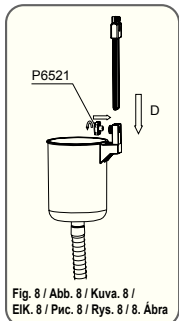

Fig. 8 / Abb. 8 / Kuva. 8 / EIK. 8 / Pvc. 8 / Rys. 8 / 8. Ábra
3. Attach the assembled frame hook to the skimmer body and tighten it with the provided screw (P6521). (See Fig. 8)
3. Conecte o gancho da estrutura montado ao corpo do skimmer e aperte-o com o parafuso fornecido (P6521). (Veja Fig. 8)
3. Conecte el gancho montado al cuerpo del skimmer ajustándolo con el tornillo incluido (P6521). (Vea Fig. 8)
3. Bringen Sie den zusammengebauten Rahmenhaken am Skimmergehäuse an und ziehen Sie ihn mit der mitgelieferten Schraube (P6521) fest. (Siehe Abb. 8)
3. Maak de geassembleerde framehaak vast aan de skimmer en zet vast met de schroeven (P6521). (Zie Fig. 8)
3. Collegare il ganccio montato al corpo dello skimmer stringendolo con la vite fornita (P6521). (Vedere Fig. 8)
3. Fixez le crochet assemblé sur le corps du dépollueur et serrez-le à l'aide de la vis fournie (P6521). (Voir Fig. 8)
3. Прикрепите собранный кронштейн к корпусу скиммера и затяните крепление винтом (P6521). (См. Рис. 8)
3. Przyłóż zmontowany hak konstrukcyjny do korpusu skimmera i przymocuj go za pomocą dołączanego wkrętu (P6521). (Patrz Rys. 8)
3. Sätt fast den monterade haken på skimmerföret och fäst med den medföljande skruven (P6521). (Se Fig. 8)